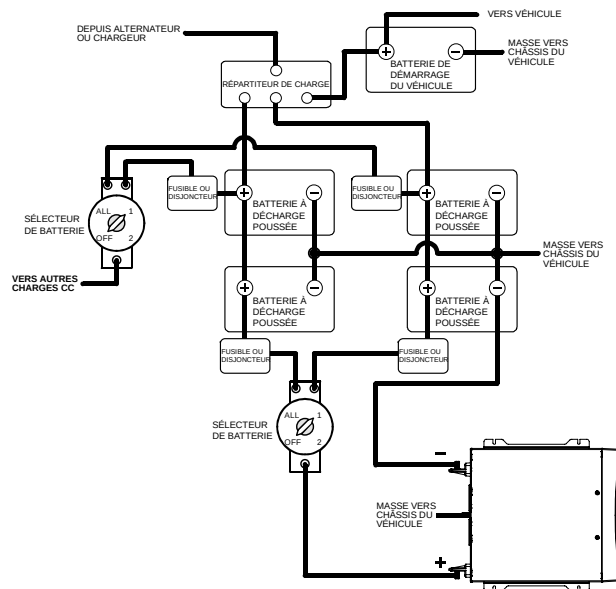

Figure 5 Configuration pour charges lourdes
4. Configuration pour charges lourdes (cf. Figure 5) : Poser un sélecteur de batterie, puis le brancher sur le fusible c.c. (ou disjoncteur).
Configuration pour charges lourdes (cf. Figure 5) : Brancher le câble positif sur le sélecteur de batterie, ce dernier étant déjà branché sur le fusible c.c. (ou disjoncteur).